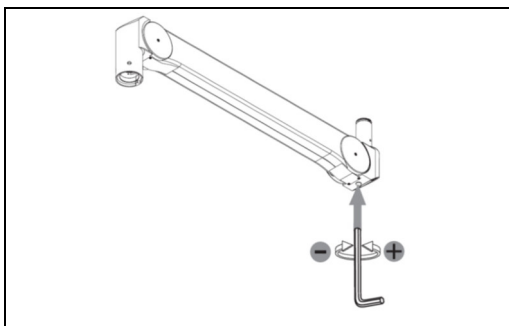

Bild 22: Öffnung zur Einstellung
1. Den Inbusschlüssel (Bild 22) in die Öffnung zur Einstellung des Federarmes einführen.
Falls der Federarm absinkt ist die eingestellte Federkraft unzureichend. In diesem Falle muss der Inbusschlüssel in Richtung der Markierung "+" (Bild 22). gedreht werden. Falls der Federarm aufsteigt ist die eingestellte Federkraft zu gross. In diesem Falle muss der Inbusschlüssel in Richtung der "-".Markierung gedreht werden.